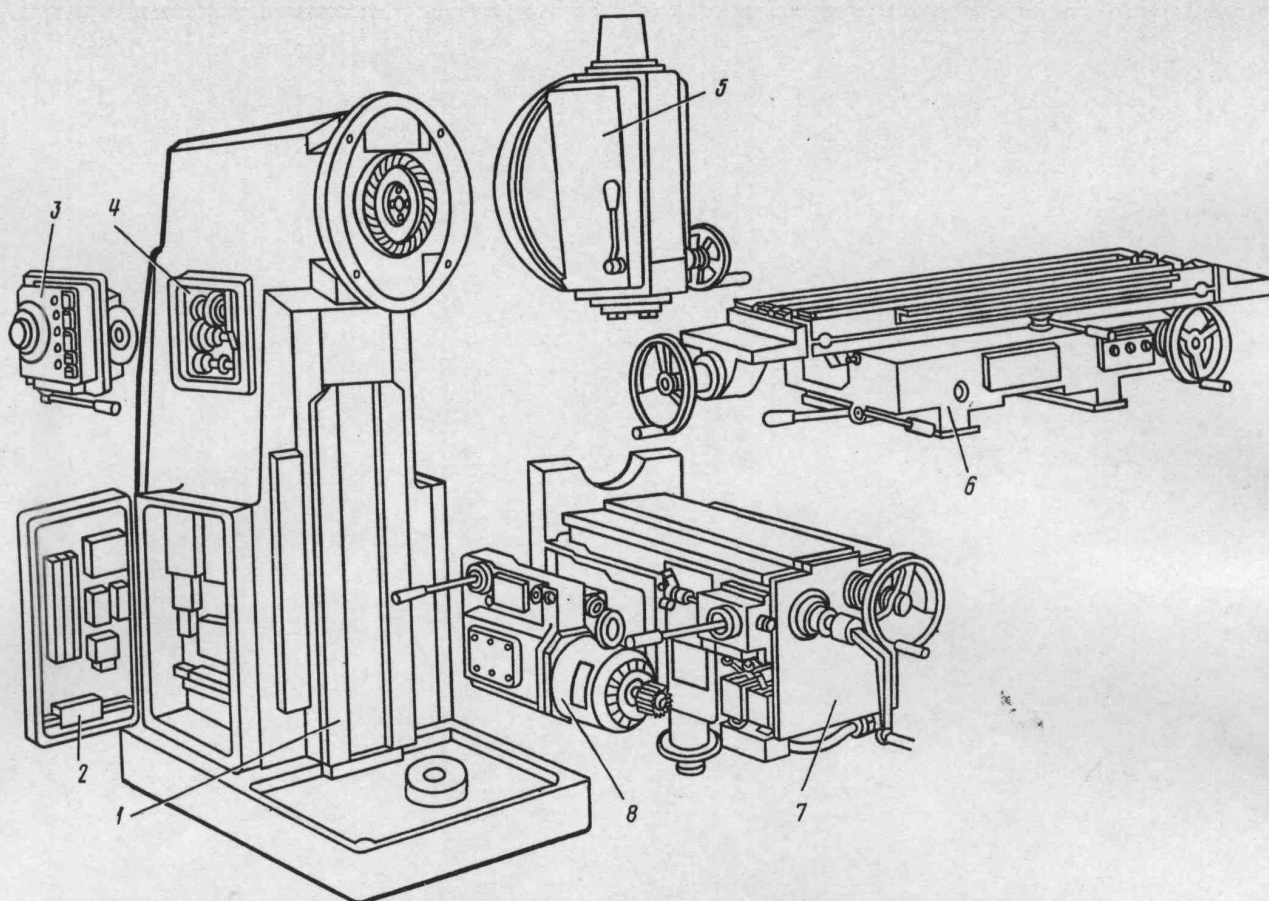

Рис. 1. Расположение составных частей станка
I.2.1. Общий вид с обозначением составных частей станка (рис. 1).